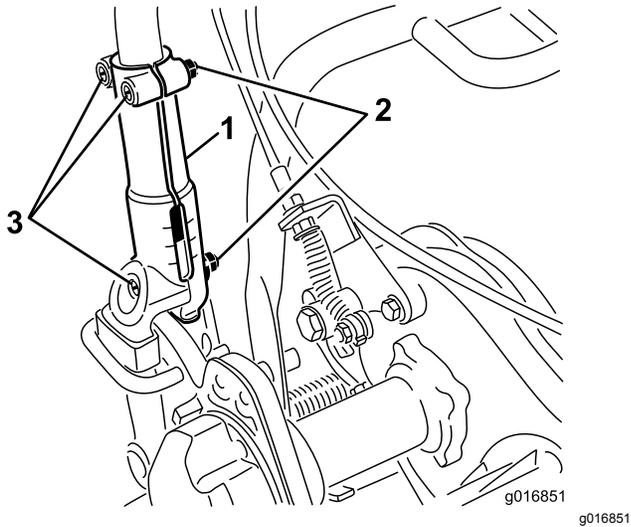

图 26
1. 拧松将手柄的每一侧固定到手柄夹上的 3 颗车身螺栓和螺母 (图 26)。